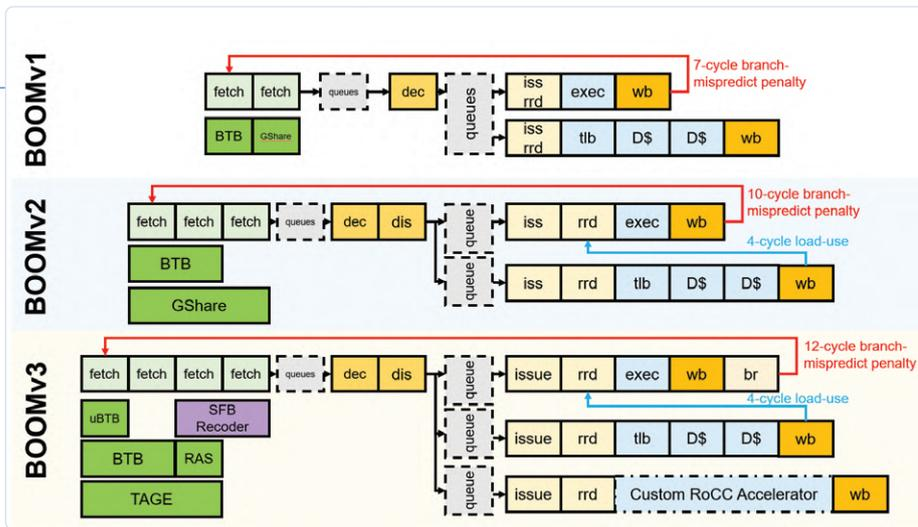

Bild 1. Entwicklungsprozess für die RISC-V-Pipeline-Implementierung, die im BOOM-Projekt [27] verwendet wurde. (Quelle: Mitglieder der University of California)
kompakten Code bevorzugen, könnte die C-Option mit 16-Bit-Befehlskodierung, die dem Arm-Thumb-Modus ähnelt, für Sie interessant sein. Befehle zur Multiplikation und Division (M), Atom (A) und Gleitkomma (F, D und Q) können ebenfalls hinzugefügt werden. Der nächste Schritt besteht darin, den Prozessorkern basierend auf den Eigenschaften der gewählten Optionen in einer Hardwarebeschreibungssprache (Hardware Description Language, HDL [4]) wie VHDL oder Verilog zu entwerfen. Dieser Schritt ist nicht einfach, aber man kann auf die Hilfe der Community bauen. Das Entwerfen von Prozessoren erfordert viel Geschick, daher gibt es eine Reihe von Leuten und Unternehmen, die Ihnen fertige Designs zur Verfügung stellen. Wenn Sie den „freien“ Weg gehen wollen, sollten Sie sich die PULP-Plattform [5] ansehen, die von der ETH Zürich und der Università di Bologna entwickelt wurde. Deren CV32E40P RV32IM[F]C-Implementierung ist auf GitHub [6] und der Befehlsdecoder auf [7] verfügbar, falls Sie sehen möchten, wie so etwas implementiert wird. Eine weitere Implementierung ist das BOOM-Projekt, ein hochleistungsfähiger und parametrisierbarer Kern für die Architekturforschung, entwickelt von der University of California in Berkeley (Bild 1). Wenn Sie es eilig haben und Unterstützung brauchen, dann müssen Sie etwas Geld auf den Tisch legen und eine Implementierung von jemandem wie SiFive [8] lizenzieren. SiFive hat eine Reihe von 32- und 64-Bit-Designs im Angebot [9], die auch angepasst werden können.